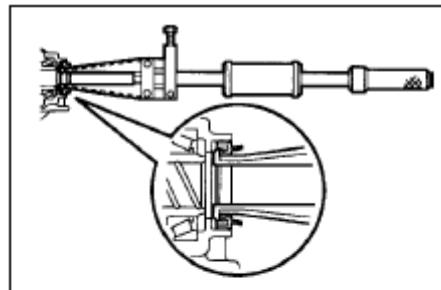

Рис. 74
- Снимите масляное уплотнение кожуха трансмиссии (см. Рис. 74).